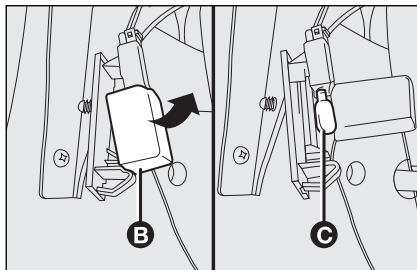

fig. 44
- ☐ aprire il coprilampada **B**-fig. 44 e sostituire la lampada **C** inserita a pressione;